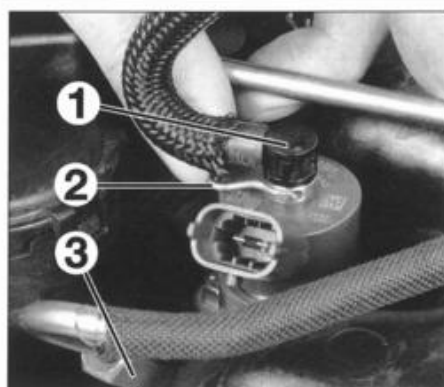

FIG. 34
- la fijación (2) del intercambiador EGR y separarlo.
- las tuberías de retorno de inyector (1) retirando la grapa (2) (fig. 34).